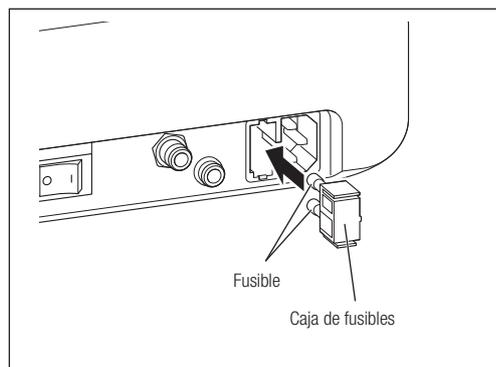

Fig. 60
- 3) Extraiga la caja de fusibles situada en la parte posterior de la unidad de control mientras mantiene los clavos situados en ambos extremos presionados hacia dentro (Fig. 60).